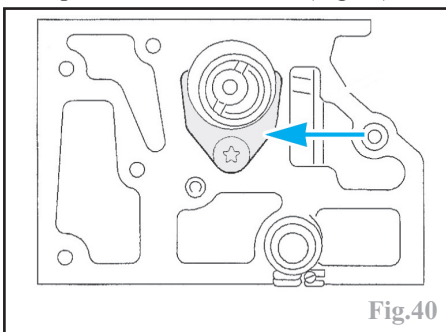
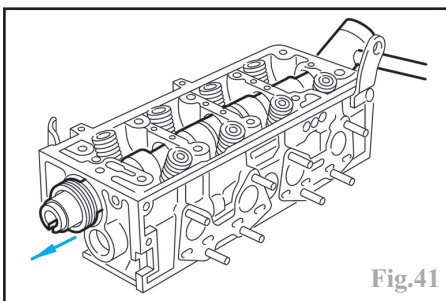

Fig.40
Fig.41
- pour déposer l'arbre à cames, déposer sa bride (Fig.40) puis le chasser pour le récupérer côté distribution (Fig.41).